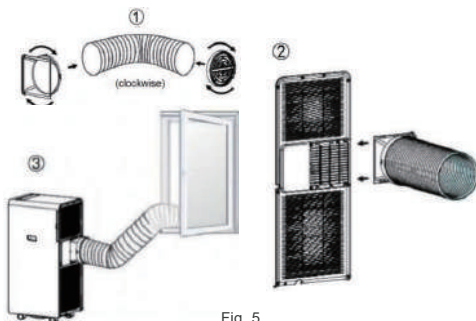

Fig. 5
3. Coloque el otro extremo del tubo de escape sobre el alféizar cercano de la ventana (ver Fig. 5).
3. Plaats het andere uiteinde van de afvoerslang op de vensterbank van het raam (zie fig. 5).
4. Coloque el otro extremo del tubo de escape sobre el alfiler cercano de la ventana (ver Fig. 5).
4. Leg het andere uiteinde van de afvoerslang op de nabijgelegen vensterbank (zie Fig. 5).